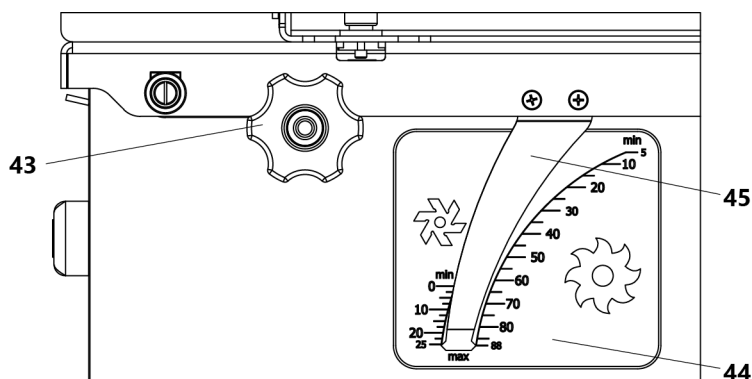

Рисунок 9.
- расфиксировать ручки 39 (рис. 9), освобождая тем самым систему крепления пильного стола к станку;